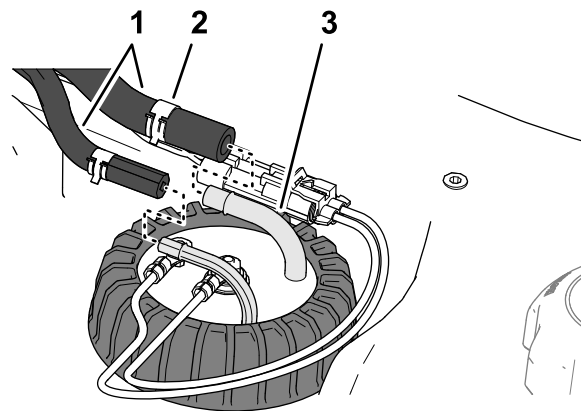

**Figure 89**
3. Débranchez le connecteur à 2 douilles du faisceau du transmetteur de niveau de carburant du connecteur à 2 broches du faisceau de la machine (Figure 89).